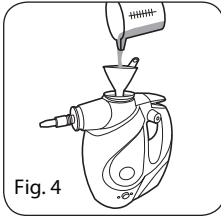

Fig. 4
2. Con la taza medidora de 300 ml, llene el tanque del limpiador con agua (Fig. 4). (La capacidad máxima del tanque es 300 ml. Tenga cuidado de no rebalsar el tanque. Deje un espacio pequeño en la parte superior.)